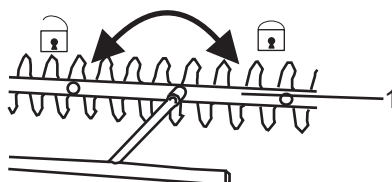

Fig. 25
- > Gardez l'organe de coupe (1) bien affûté. Un organe de coupe usé ou endommagé doit être remplacé par un nouveau du même type; le changement doit être effectué par un professionnel qualifié.
- > Serrez les écrous desserrés sur l'organe de coupe (1) avec une clé appropriée de 5 N.m min, 7 N.m max. pour garantir la sécurité d'utilisation de votre produit (Fig. 25).